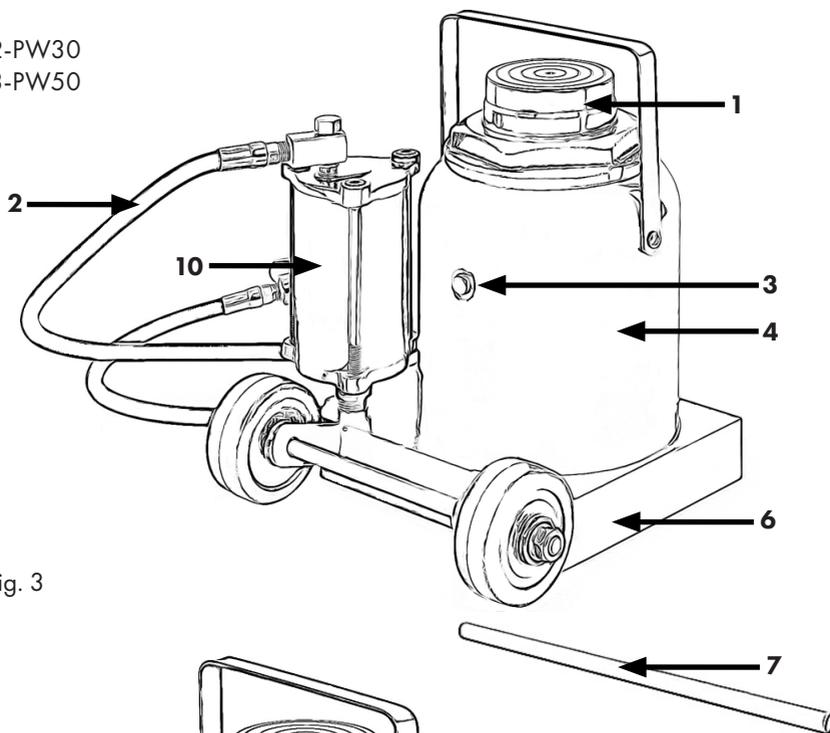

Fig. 3
**Légende Figures 3 & 4 (SC2-PW30)(SC3-PW50)**